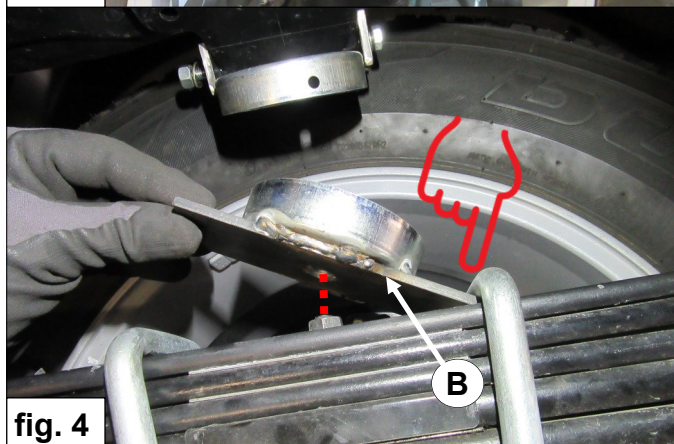

fig. 4
3. Verwijder de originele buffer en plaats de onderste veerschotel **B** onder de stroppen. Zie fig. 4.